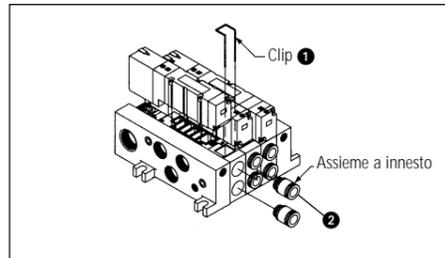

Fig. 31
Sostituzione dei raccordi a innesto (Fig. 31)
Rimuovere la clip di ritengo ❶ (Fig. 31)
Rimuovere il raccordo ❷ (Fig. 31)
Rimontare il raccordo ❷ (Fig. 31)
Rimontare la clip di ritengo ❶ (Fig. 31)